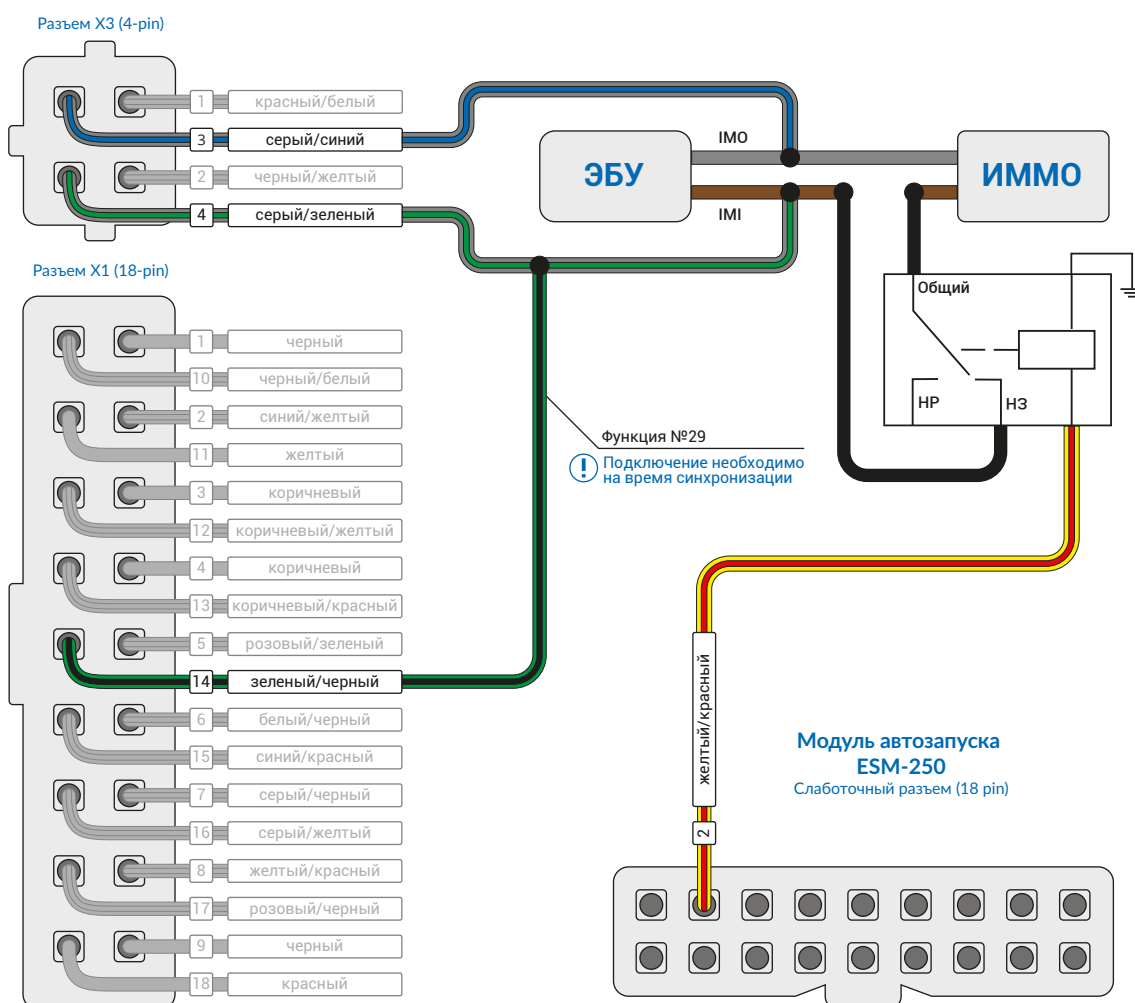

Рис.1 Призрак 800-й серии
2. Подключите серый/синий провод (контакт №3, разъем Х3) к проводу IMO а/м, а серый/зеленый провод (контакт №4, разъем Х3) к проводу IMI а/м. Назначьте функцию №29 на зеленый/черный провод (контакт №14, разъема Х1) и подключите его на провод IMI а/м (см. рис.1). Подключение в а/м можно осуществить за левой кик панелью (см. рис. 2, 3).